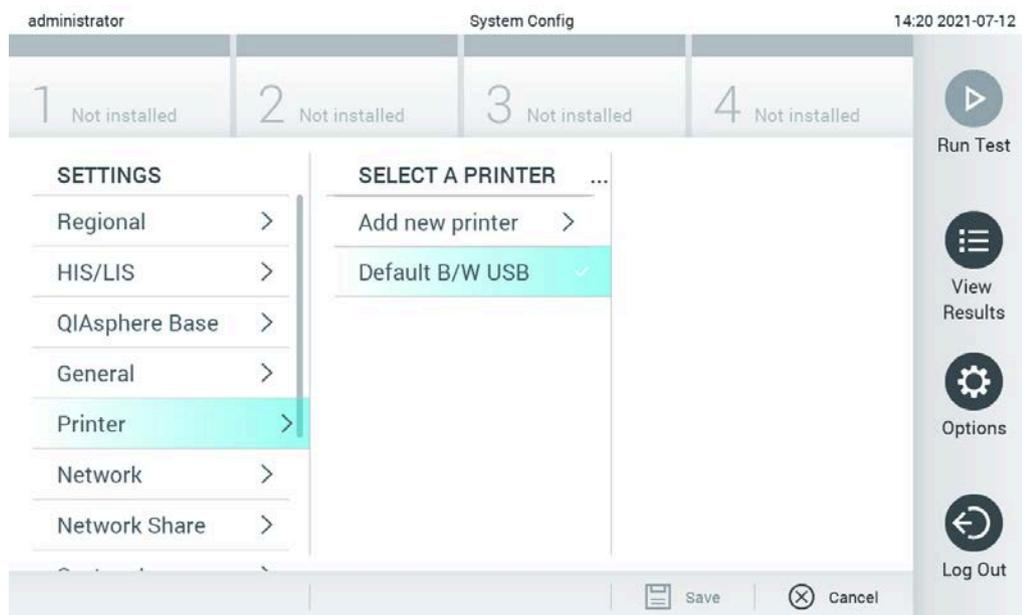

Figure 99. Installation de l'imprimante avec le pilote par défaut
2. Sélectionnez l'imprimante par défaut appelée Default B/W USB (figure 99)